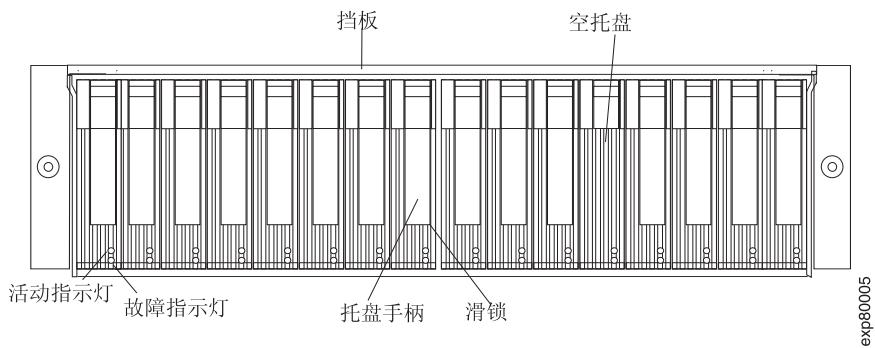

图 81. 热插拔 E-DDM 指示灯
2. 检查图 81 中显示的“故障”指示灯。如果有任何淡黄色指示灯点亮, 请参阅第 147 页的『解决问题』。